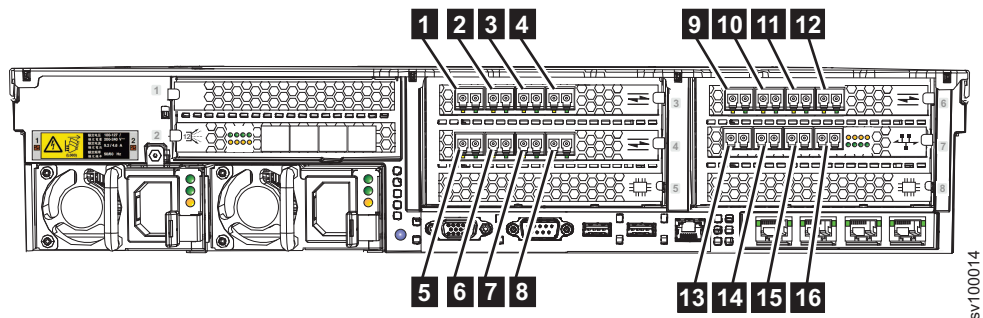

Рисунок 32. Порты Fibre Channel
3. Необязательно: Если установлен компонент Fibre Channel, то можно подключить кабели Fibre Channel к портам Fibre Channel в соответствии с конфигурацией пользователя. На рис. 32 показан пример устройства с адаптерами Fibre Channel 16 Гбит/с в разъемах 3, 4 и 6. Оптический адаптер Ethernet 10 Гбит/с применяется для соединений Fibre Channel over Ethernet (FCoE). Он установлен в разъеме 7 и предоставляет дополнительные порты Fibre Channel.